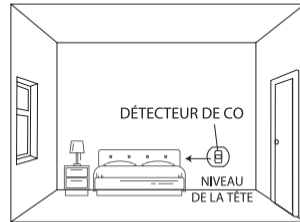

Figure 2 : Installation dans une chambre à coucher ou dans une autre pièce sans appareil de chauffage à combustible (installation au niveau du chevet)
2. Installation d'un détecteur de CO dans une chambre à coucher ou dans une pièce sans appareil de chauffage à combustible (voir Figure 2) :